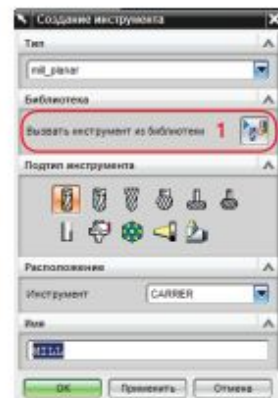
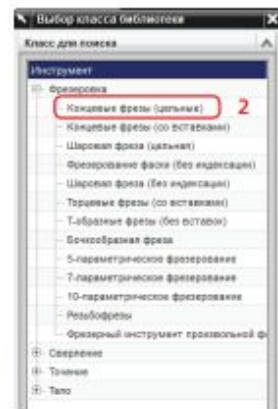
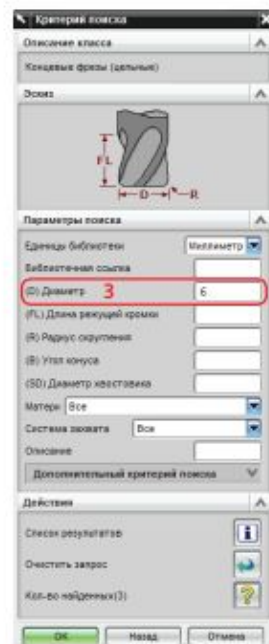
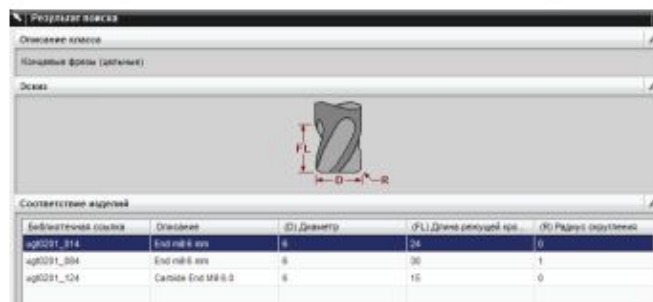

Рисунок 8.1
Рисунок 8.2
Рисунок 8.3
Рисунок 8.4
Откройте пример `game_remote_setup_2.prt`. Выполните команду создания нового инструмента. В появившемся диалоговом окне (рис. 8.1) нажмите **Вызвать инструмент из библиотеки** (1); в новом диалоговом окне для выбора класса библиотеки (рис. 8.2) отметьте **Концевые фрезы (цельные)** (2) и нажмите **ОК**. Появится диалоговое окно поиска по критериям (рис. 8.3). Задайте **Диаметр = 6** (3), выполните команду **Количество найденных** (4) – в скобках будет указано количество найденных инструментов – и затем нажмите **ОК**. Выберите инструмент `ugt201_014` в новом диалоговом окне (рис. 8.4) и нажмите **ОК**. Инструмент будет извлечен из библиотеки и добавлен в проект. Диалоговое окно создания инструмента снова появится. Поскольку инструменты нам больше создавать не надо, нажмите **Отмена**. Инструмент может быть связан с держателем (патроном, оправкой). Если инструмент в библиотеке связан с держателем, то держатель также извлекается.